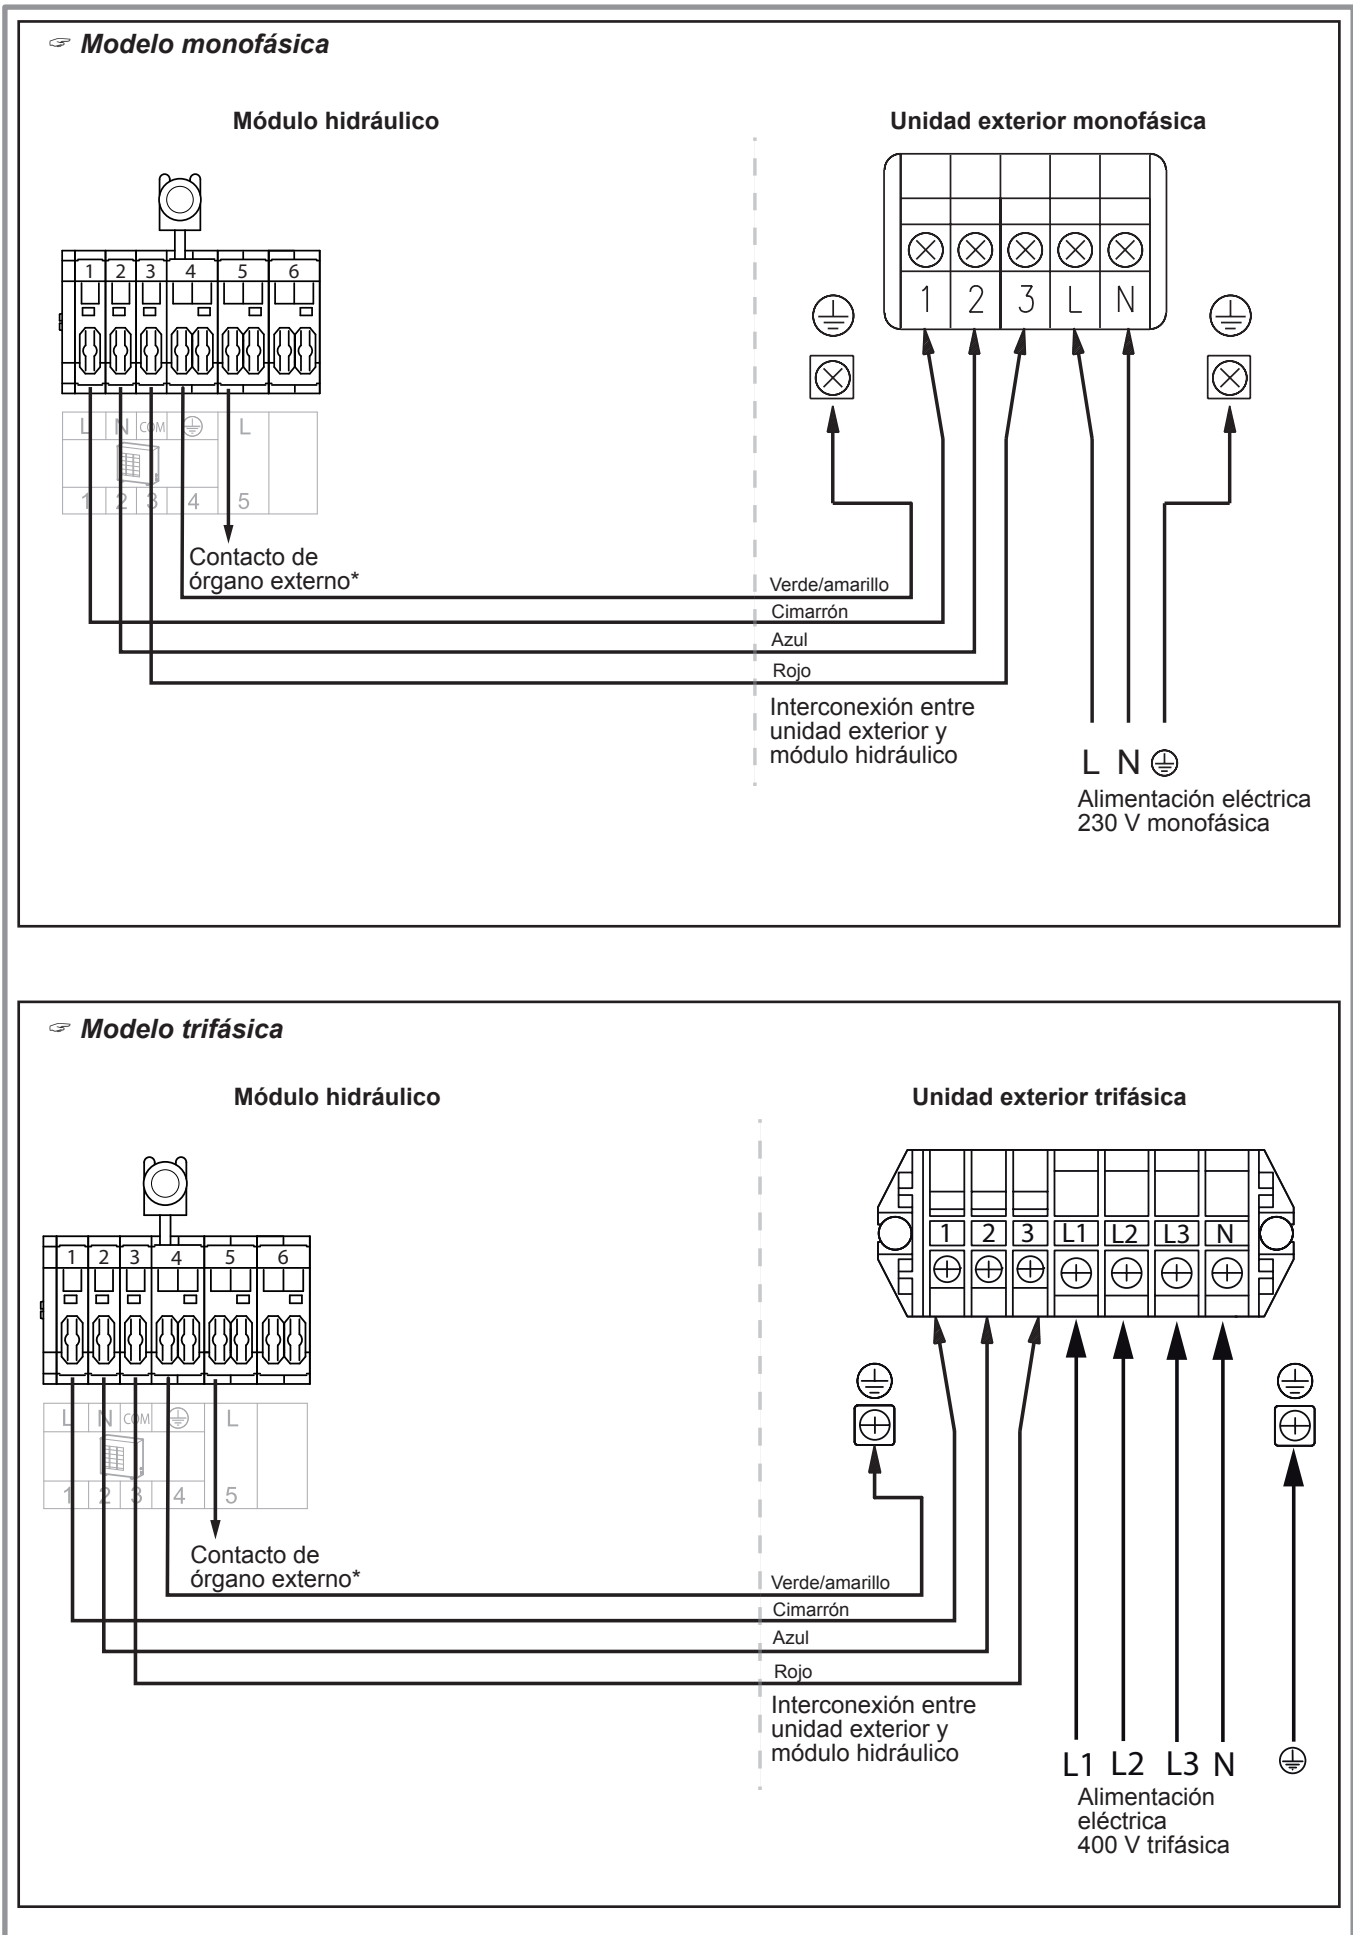

figura 36 - Conexiones a bornes y relés de potencia
- Realizar las conexiones según el esquema (figura 36, página 35).
- Realizar las conexiones según el esquema (figura 36).